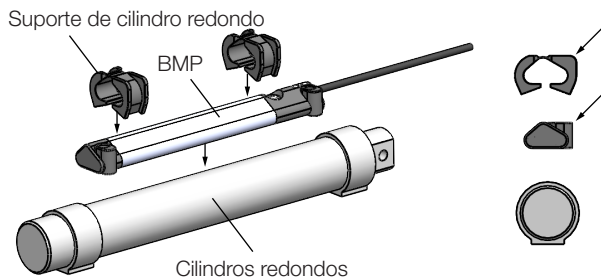

Fig. 4-8: Fixar os suportes no BMP
1. Apertar os suportes para cilindro tubular para fixá-los no BMP. Assegurar a orientação correta dos suportes (vide Fig. 4-8).